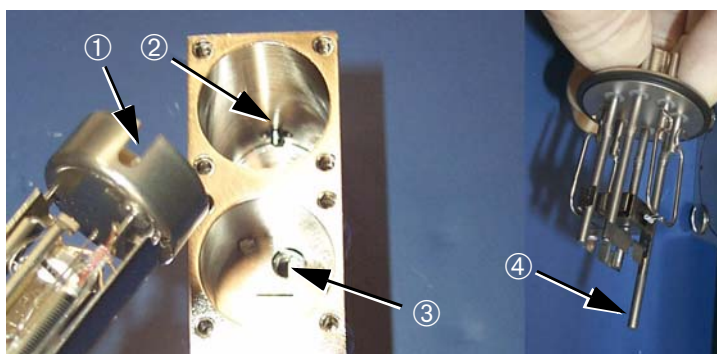

Figura 4-24 Reensamblaje del Tubo del Espectrómetro
1. Vuelva a ensamblar el tubo del espectrómetro (Figura 4-24) siguiendo un orden inverso al de las instrucciones anteriores.
1. Sustituya la fuente de iones (vea Figura 4-24 en página 4-20).
La placa ranurada de tierra tiene un agujero que debe quedar alineado con el agujero de la parte inferior de la cavidad de la fuente de iones del cuerpo del tubo del espectrómetro ③ (Figura 4-24 en página 4-20).
La fuente de iones debe estar alineada de manera que su clavija de alineación ④ (Figura 4-24 en página 4-20) quede en el centro de dicho agujero.